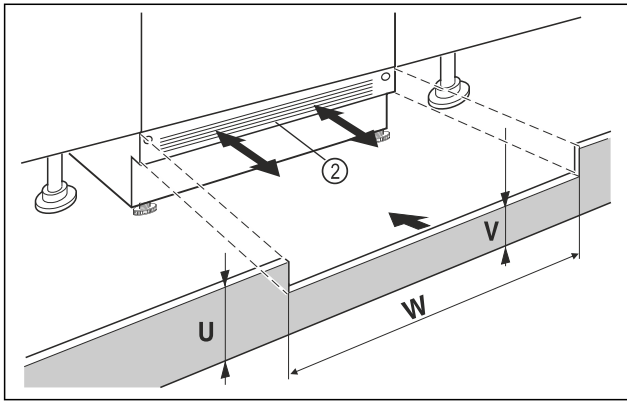

Fig. 71 Vejledende illustration
- ▶ Påsæt enhedens sokkelpanel Fig. 71 (2), men uden at fastgøre den.
- ▶ Ved synligt sokkelpanel Fig. 71 (2) skal det trækkes så langt frem som muligt, så forkanten af ventilationsgitteret og møbelsokkelpanelet danner ét plan.
- ▶ Ved skjult sokkelpanel Fig. 71 (2) skal det skubbes helt tilbage.
- ▶ Se til, at ventilationssliderne er helt frie: Ved behov kan man tilskære møbelsokkelpanelet Fig. 71 (U) i højden!
- ▶ Langs nichebredden Fig. 71 (W) tilpasser man stanghøjden Fig. 71 (V) under enhedssokkelpanelet Fig. 71 (2).